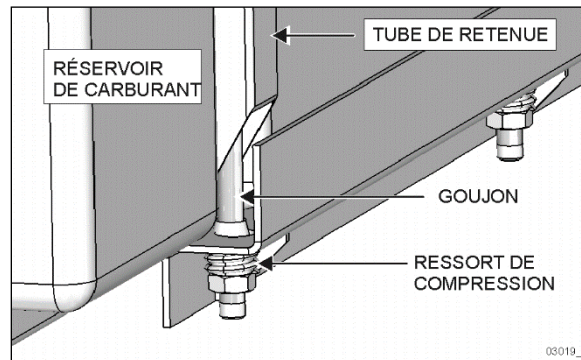

FIGURE 29 : SYSTÈME DE RETENUE DU RÉSERVOIR À CARBURANT
- Aux emplacements de boulons transversaux (Figure 29), tout jeu visible entre le tube du support du réservoir et les pattes de montage du véhicule n'est pas acceptable.